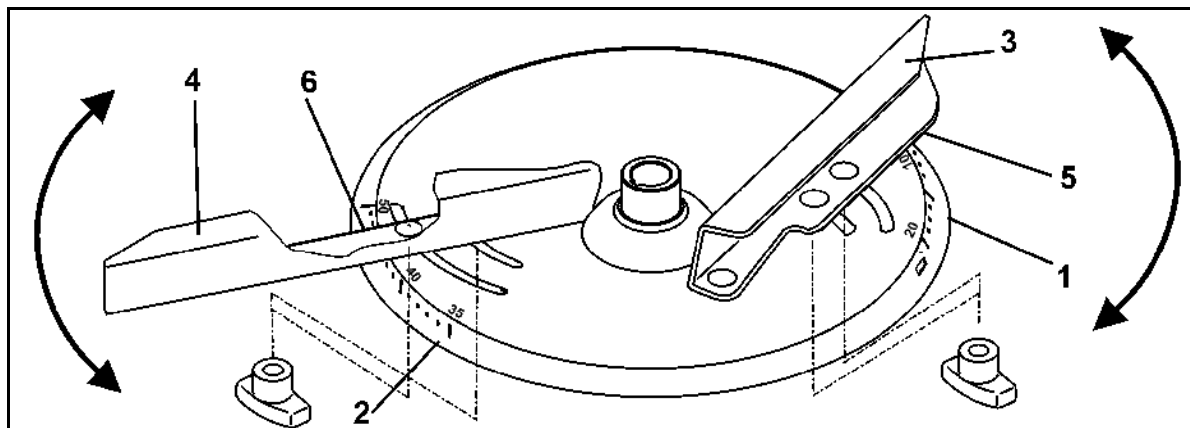

図 43
散布偏向板の設定をツールを用いずに正確に行うために、各散布ディスクには 2 種類の区別のはっきりした目盛り (図 43/1 と 図 43/2) が配置されています。
- 短い散布偏向板 (図 43/3) には、値 5 ~ 28 の目盛り (図 43/1) が、長い散布偏向板 (図 43/4) には、値 35 ~ 55 の目盛り (図 43/2) が割り当てられています。
- 短い散布偏向板 (図 43/3) 用に設定値を読み取りエッジ (図 43/5) で読み取ります。
- 長い散布偏向板 (図 43/4) 用に設定値を読み取りエッジ (図 43/6) で読み取ります。
- 散布偏向板を目盛り (図 43/1 または 図 43/2) のより大きな数値に旋回させると、作業幅が拡大します。